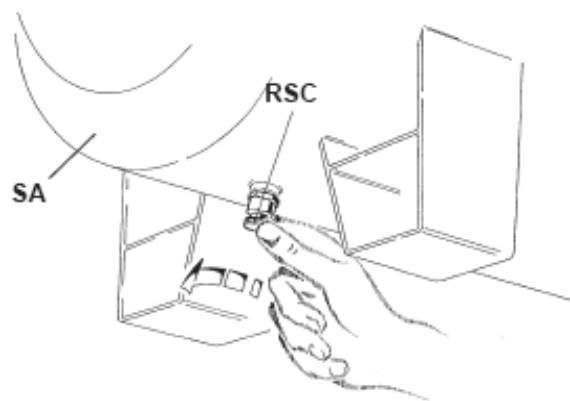

Рис. 47
- Открыть резьбовую пробку **RSC** (Рис. 47) с помощью цанги водяного насоса